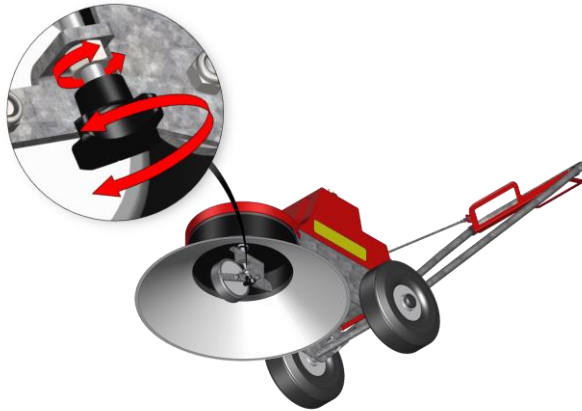

Abb. 23: Bürstenverstellung WR 650
1. Die Sechskantmutter gemäß Abb. 23 lösen.